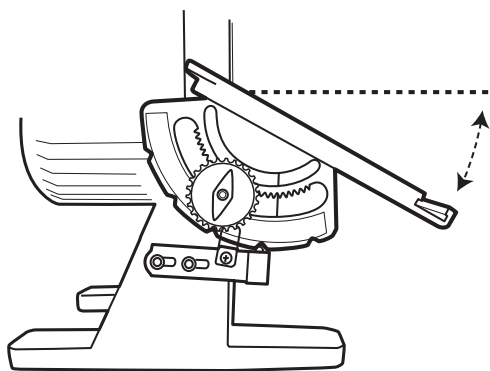
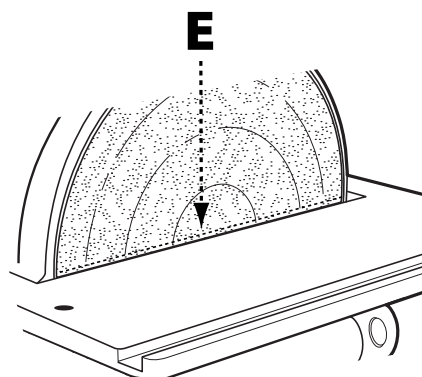

FIGURE 9
FIGURE 10
AVERTISSEMENT : Quelle que soit la position dans laquelle la table est inclinée, le bord de la table (E), indiqué à la Figure 10, ne doit pas être à une distance de plus de 15 mm du disque de ponçage pour éviter de coincer la pièce ou de se coincer les doigts entre la table et le disque de ponçage. Pour régler la position de la table par rapport au disque de ponçage, passez à la section
AVERTISSEMENT : Nous conseillons d'effectuer tous les ponçages en biseau en inclinant la table vers le bas comme indiqué à la Figure 9; cependant, si l'inclinaison vers le haut est nécessaire, la pièce à travailler doit être fermement attachée ou fixée à une installation ou un gabarit pour empêcher la pièce d'être arrachée des mains et de se retrouver coincée entre la table et le disque de ponçage. Voir Figure 10.